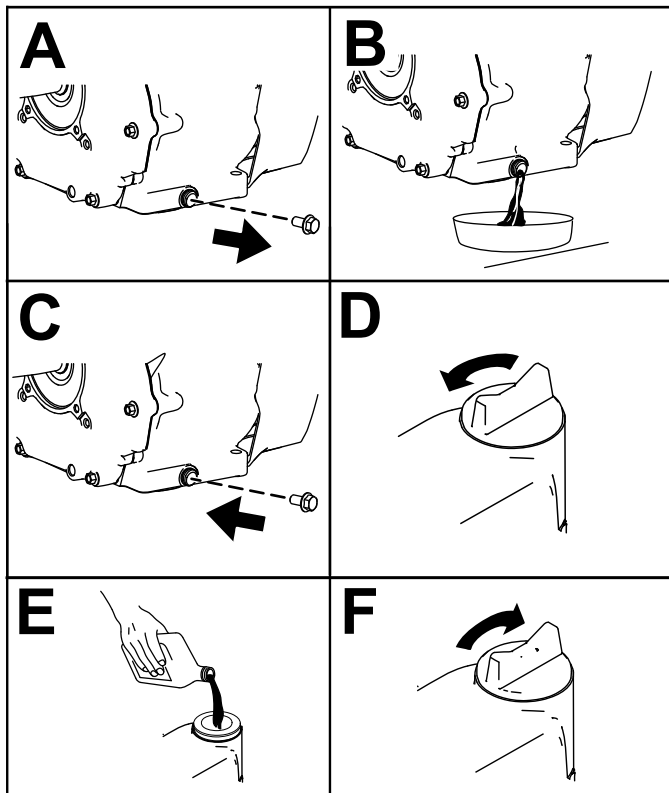

Figure 31
5. Vidangez l'huile moteur comme montré à la Figure 31.